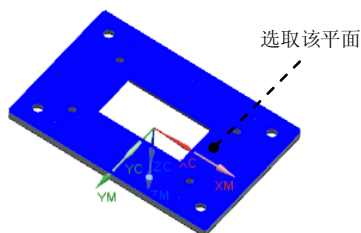

图 11.54 指定底面
Step2. 在图形区选择图 11.54 所示的面, 单击 **确定** 按钮, 系统返回“平面铣”对话框。